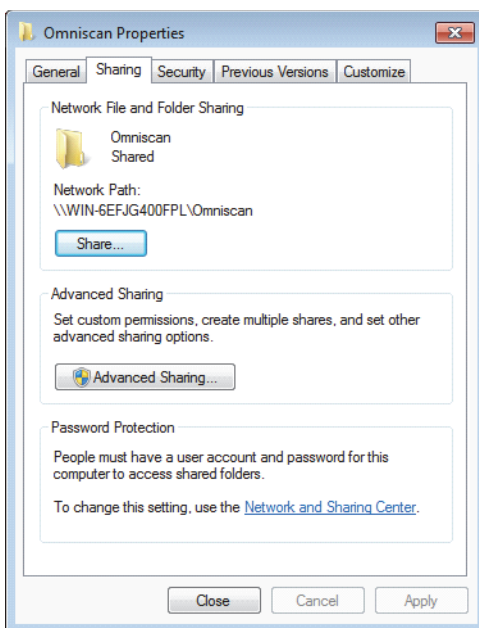
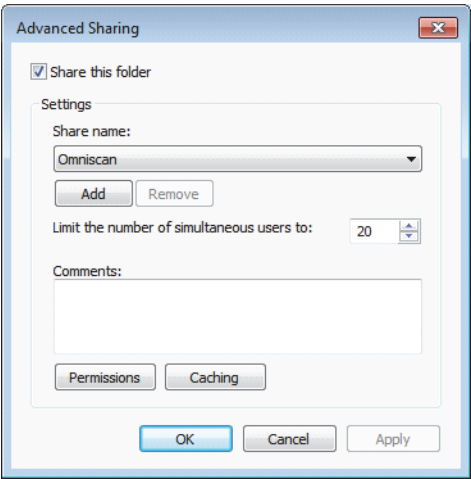

Рис. 7-27 Диалоговое окно Свойства: Omniscan (Windows 7)
Рис. 7-30 Диалоговое окно Расширенный доступ к файлам (Windows 7)
3. В диалоговом окне **Omniscan Properties** (Свойства Omniscan) щелкните на вкладке **Sharing** [Доступ] (см. Рис. 7-27 на стр. 221).
8. В диалоговом окне **Omniscan Properties** (Свойства Omniscan) щелкните **Advanced Sharing** [Расширенный доступ] (см. Рис. 7-27 на стр. 221). Откроется диалоговое окно Расширенный доступ (см. Рис. 7-30 на стр. 224).